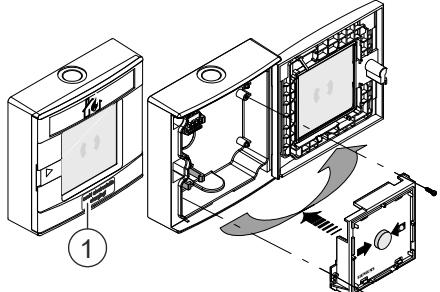

Fig. 2
3. Latch the corresponding DMA1104D/DMA1134D/DMA1154D switching unit (Fig. 2) into the connected DMA1192 housing and screw it tightly in place.
1. Attach the 'Avoid electrostatic charging' sticker to the housing so that it is clearly visible. The sticker comes with the switching unit (Fig. 2 [1]).
3. Entsprechenden Schaltungseinsatz (Fig. 2) DMA1104D/DMA1134D/DMA1154D in angeschlossenes Gehäuse DMA1192 einklinken und festschrauben.
1. Klebeschild 'Avoid electrostatic charging!' gut sichtbar auf dem Gehäuse anbringen. Das Klebeschild wird mit dem Schaltungseinsatz geliefert (Fig. 2 [1]).
3. Encliquer et visser l'unité de commutation correspondante (fig. 2) DMA1104D/DMA1134D/DMA1154D dans le boîtier raccordé DMA1192.